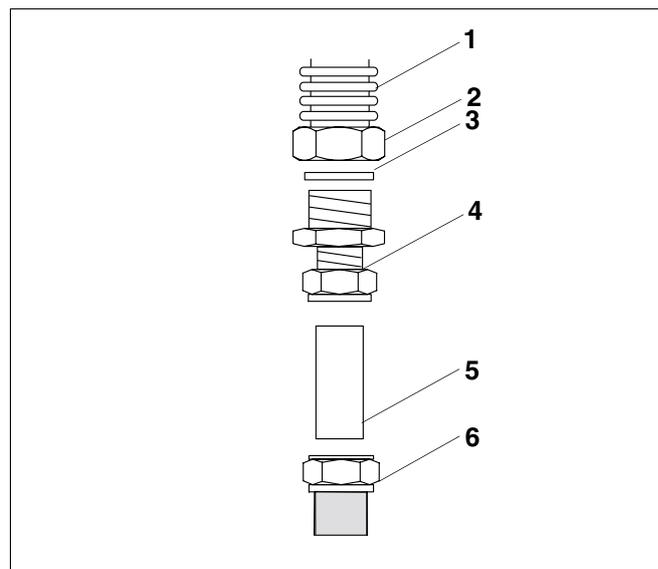

Fig. 7 Raccordement Twin Tube DN 20 sur écrou-raccord avec bague de serrage de 22 mm
- Placez le joint (fig. 7, **pos. 3**) dans l'écrou-raccord pré-monté Rp1 (fig. 7, **pos. 2**).
- Vissez l'écrou-raccord droit avec bague de serrage R1 × 22 mm (fig. 7, **pos. 4**) sur l'écrou-raccord pré-monté Rp1 (fig. 7, **pos. 2**) du flexible en inox (fig. 7, **pos. 1**).
- Bloquez l'écrou-raccord pré-monté Rp1 (fig. 7, **pos. 2**) avec l'écrou-raccord droit avec bague de serrage R1 × 22 mm (fig. 7, **pos. 4**) à l'aide d'une clé plate appropriée.
- Raccourcissez correctement le tube en cuivre Ø 22 mm (fig. 7, **pos. 5**) pour pouvoir insérer les 2–3 cm dans l'écrou-raccord avec bague de serrage (fig. 7, **pos. 4**).
- Insérez le tube en cuivre raccourci Ø 22 mm (fig. 7, **pos. 5**) entièrement jusqu'à la butée dans l'écrou-raccord avec bague de serrage.